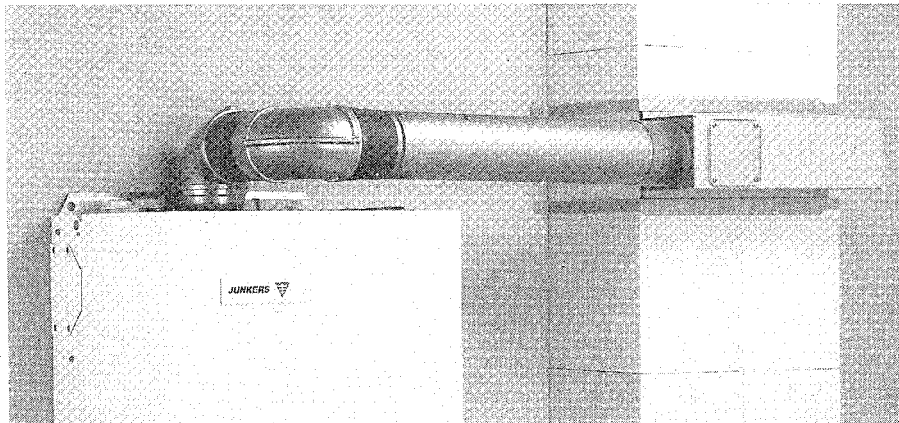

Bild 14 Kastenbefestigung mit Spannband
- Spannband (bauseits) hinten an Wand befestigen (Bild 14).